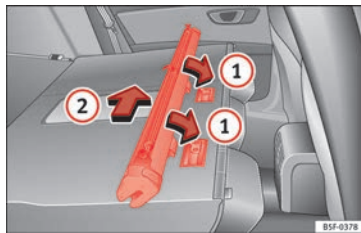

Bild 169 Montering av avdelningsnätet i baksätets ryggstöd
- Placera nätets hus i spåren i pilens riktning » **bild 169** ①.
- Skjut fodralet åt fordonets vänstersida i pilens riktning » **bild 169** ② och så långt det går.
- Dra ut nätfodralet ca 5 cm i pilens motsatta riktning » **bild 169** ②.
- Ta bort fodralet från spåren genom att dra i pilarnas motsatta riktning » **bild 169** ①.